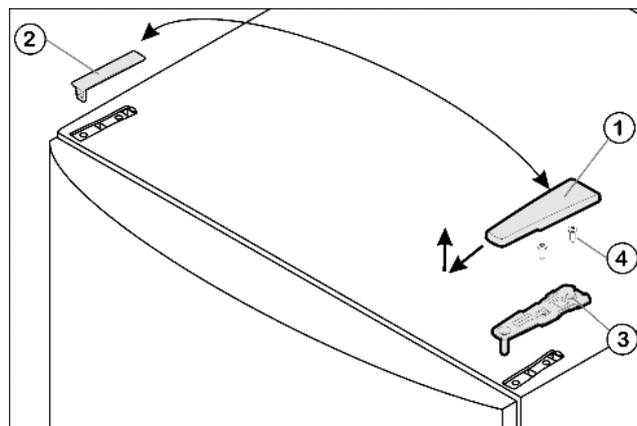

Fig. 4
- ▶ Потяните крышку Fig. 4 (1) вперед и вверх.
- ▶ Снимите крышку Fig. 4 (2).
- ▶ Открутите верхний опорный кронштейн Fig. 4 (3) (2 шт. Torx® 25) Fig. 4 (4) и вытяните вверх.
- ▶ Установите верхний опорный кронштейн *Fig. 4 (3)* на новой стороне шарнира и защелкните в дверце.
- ▶ Привинтите верхний опорный кронштейн (с моментом **4 Нм**) (2 шт. Torx® 25) *Fig. 4 (4)*. При необходимости проделайте отверстия или используйте аккумуляторную отвертку.
- ▶ Наденьте и защелкните крышку *Fig. 4 (1)* и крышку *Fig. 4 (2)* на противоположной стороне снаружи.